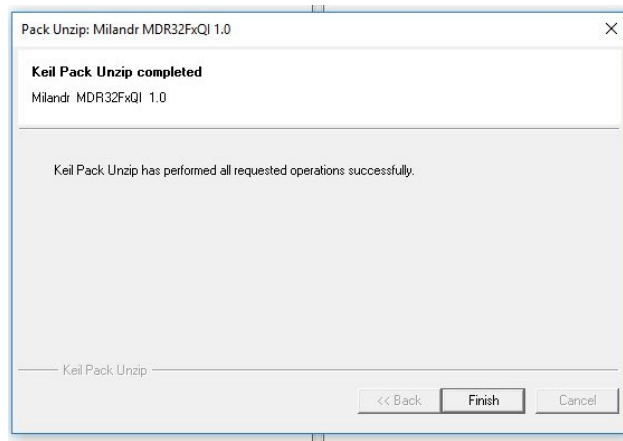

Рисунок 9
5.6.3 Дождаться завершения установки ПО (см. рисунок 9).